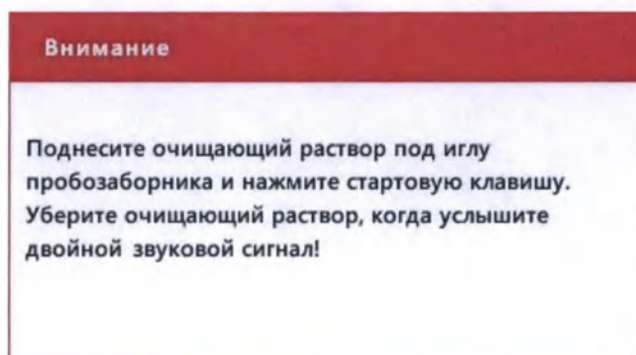

Рис.10.5-5 Информационное окно с описанием требуемых действий оператора
- 3) Когда подготовка к обслуживанию будет завершена, появится следующее информационное окно (Рис.10.5-5). Оператору будет необходимо выполнить указанные действия: подставить под пробозаборную иглу флакон с очищающим раствором, опустив конец иглы в него, и нажать стартовую клавишу. После двойного звукового сигнала флакон можно будет убрать.